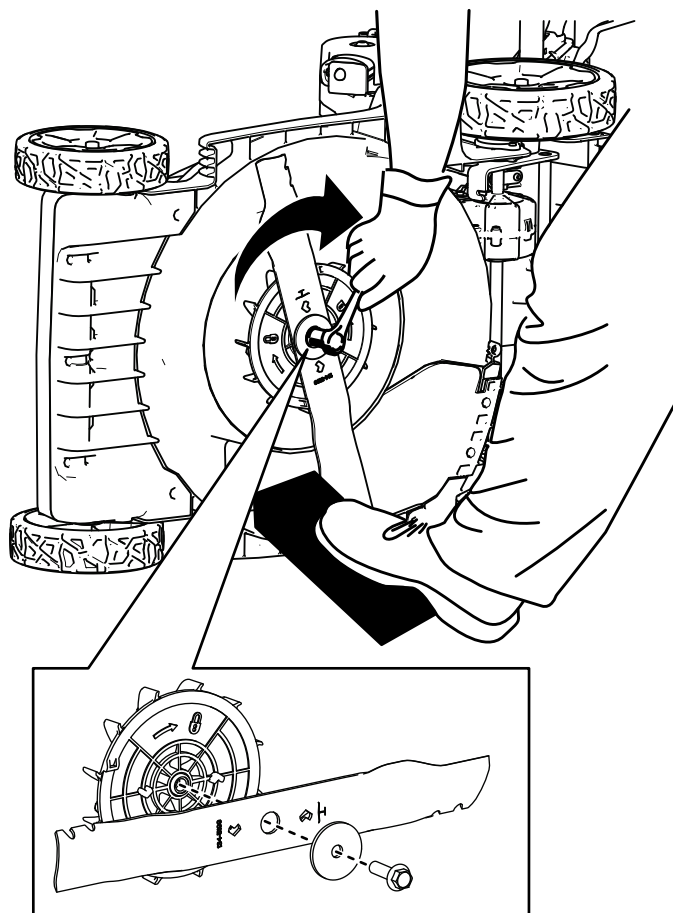

Figura 25
4. Instalați noua lamă, aiba i urubul lamei (Figura 25).